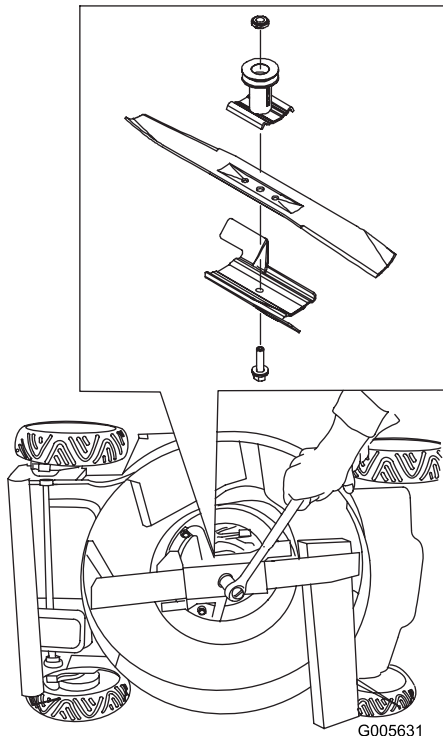

Figure 35
3. Immobilisez la lame avec un morceau de bois (Figure 35).
5. Montez la nouvelle lame et toutes les fixations (Figure 35).